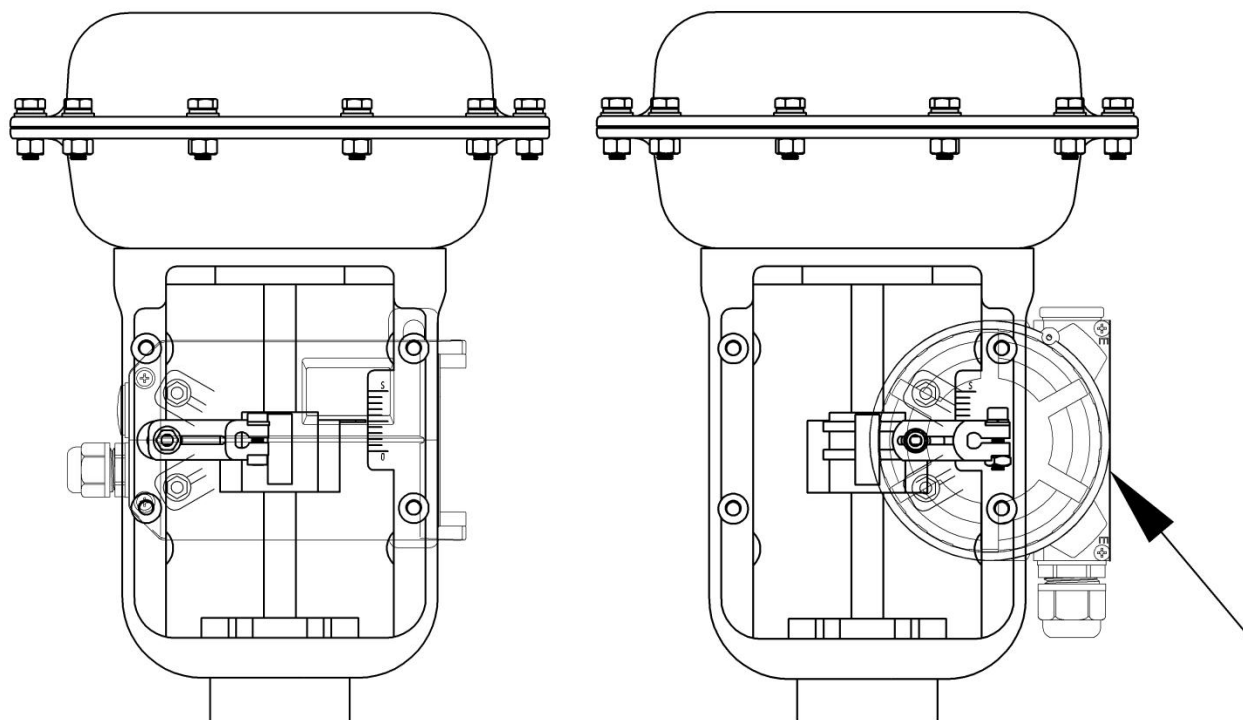
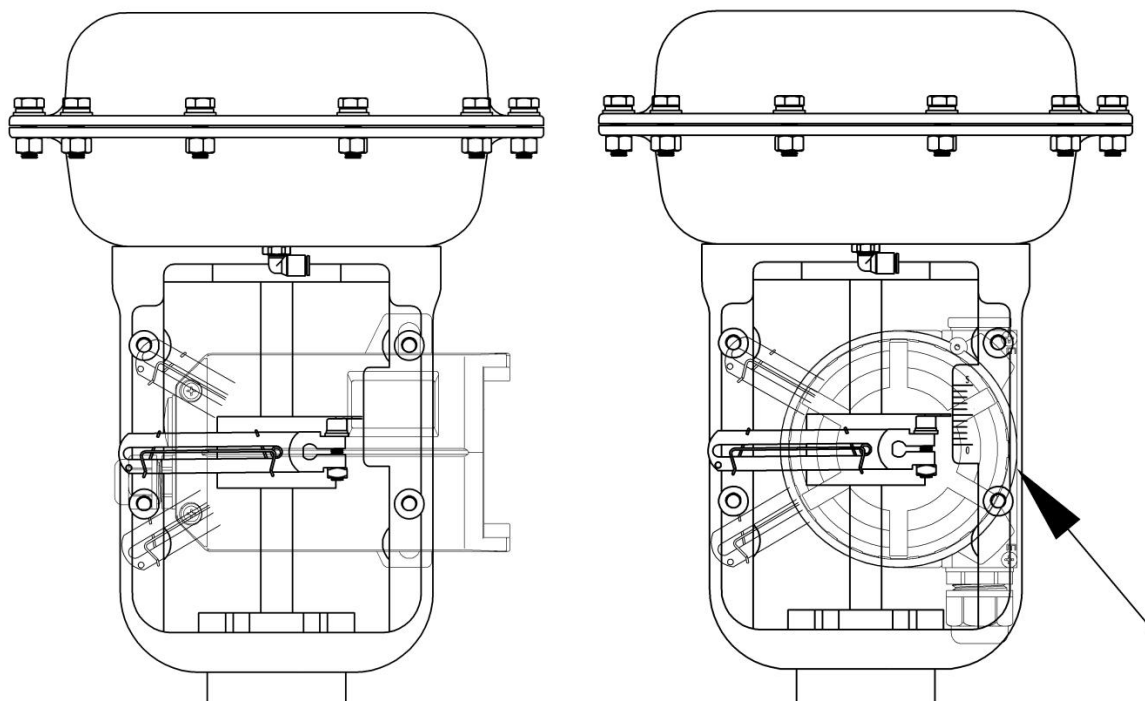

图 21. 与执行器安装 (反馈杆 A)
图 22. 与执行器安装 (反馈杆 B)
- 对于常规型直行程定位器，确保定位器外壳上平面和阀的主轴成直角。对于远传型直行程定位器，确保传感器壳体箭头（图 21 和图 22 右侧所示）所指平面与阀的主轴互相平行。否则会影响控制精度。最后用螺栓锁紧支架。